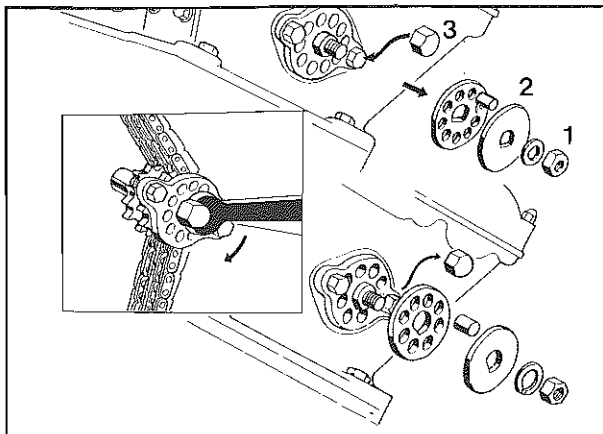

Fig. 6 - 1) Dado centrale - 2) Rondella di protezione - 3) Dado cieco
- Svitare il dado centrale 1 del tenditore e togliere la rondella 2 (Fig. 6).
- Unscrew control nut 1 of stretcher and remove washer 2 (Fig. 6).